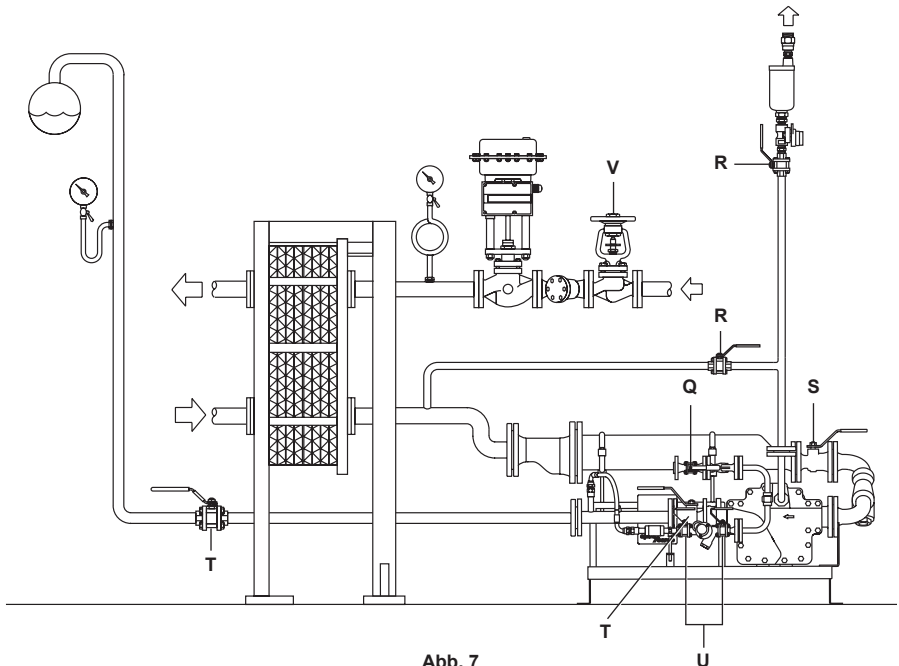

Abb. 7
- Wird die Ausblase-/Ausgleichsleitung, die an der Austrittsseite der Ausrüstung angeschlossen ist, entwässert und ist sie frei von Hindernissen (siehe das Installationsdiagramm in Abbildung 7)?